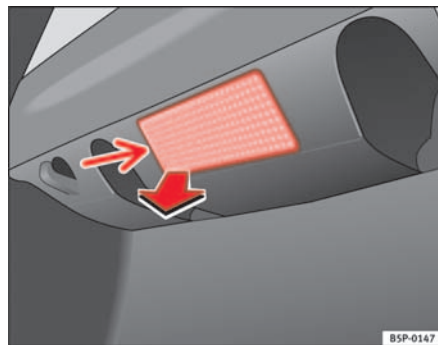

Fig. 194 Luz do porta-bagagens
- Extrair a tulipa pressionando o rebordo da parte interior da mesma -seta- com ajuda da parte plana da chave de parafusos ⇒ fig. 194.